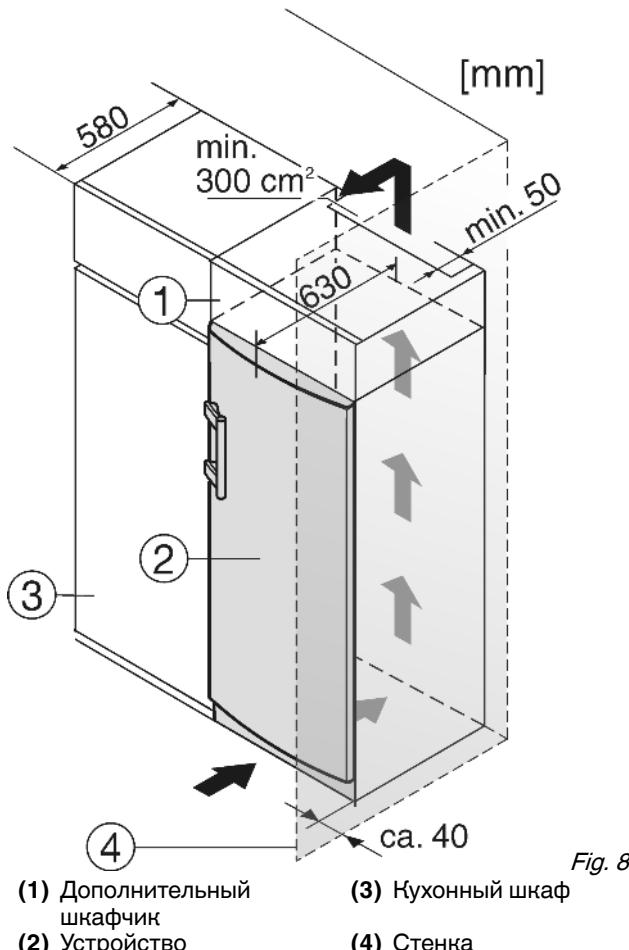

Fig. 8
(2) Устройство
(4) Стенка
Устройство может быть окружено кухонными шкафами. Чтобы уравнять устройство Fig. 8 (2) по высоте с кухонной стенкой, можно установить над устройством дополнительный шкафчик Fig. 8 (1).
При комбинировании с кухонными шкафами (глубина макс., 580 мм) устройство можно установить непосредственно рядом с кухонным шкафом Fig. 8 (3). Дверца устройства выступают по сторонам на 34 мм и по центру устройства на 50 мм относительно передней стенки кухонного шкафа. Поэтому ее можно свободно открывать и закрывать.
Если устройство установлено на шарнирах у стены Fig. 8 (4), то расстояние между устройством и стеной должно быть не менее 40 мм. Настолько выступает ручка при открытой дверце.